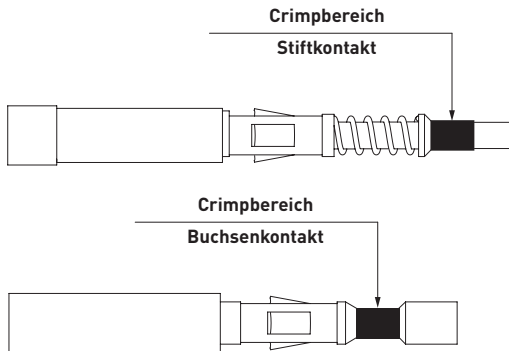

Bild 4 - Crimpbereich
- In der Bedienungsanleitung der Zange **CLPZ R** wird erklärt, wie die Zange arbeitet und wie die Crimptiefe und der Kopf der Positioniereinheit gemäß Bild 4 eingestellt werden müssen .